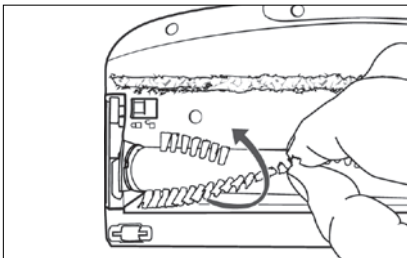

Abb. 30
- 3) Ziehen Sie die Bürstenrolle 21 an den Borsten aus der Bodenbürste 22 heraus. Drehen Sie die Bürstenrolle 21 dabei etwas, um sie leichter entnehmen zu können (siehe Abb. 30).